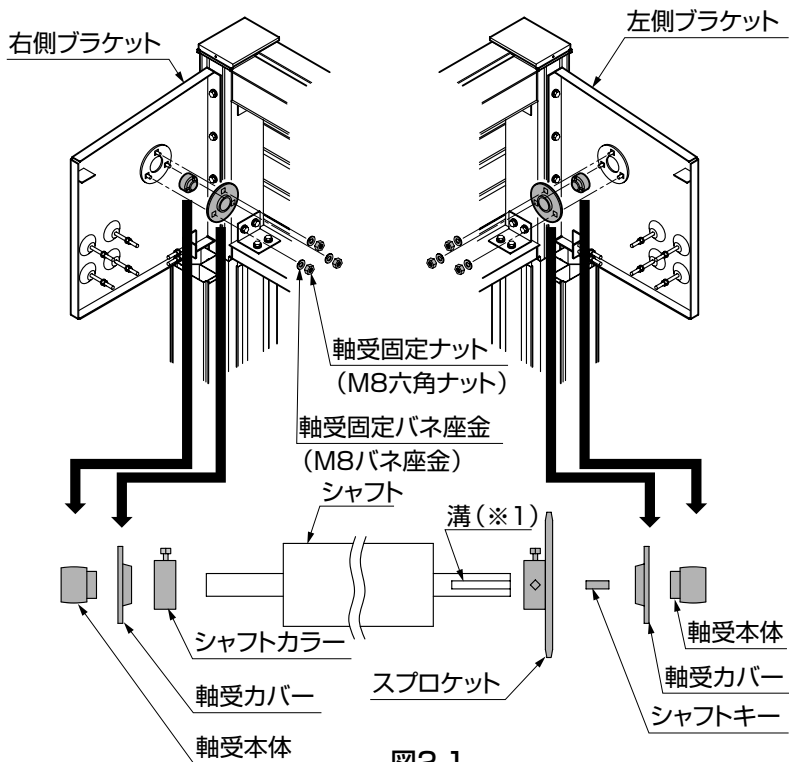

図2-1
- スプロケットの取付け方向が図2-1のようになっているか確認してください。
- ②シャフトカラーをシャフトの溝のないほうの軸に取付けてください。
- ③ブラケットの「軸受固定ナット」、「軸受固定バネ座金」を外し、軸受カバーと軸受本体を外して、シャフトの軸に組付けてください。
- 軸受カバーと軸受本体の取付け方向が図2-1のようになっているか確認してください。